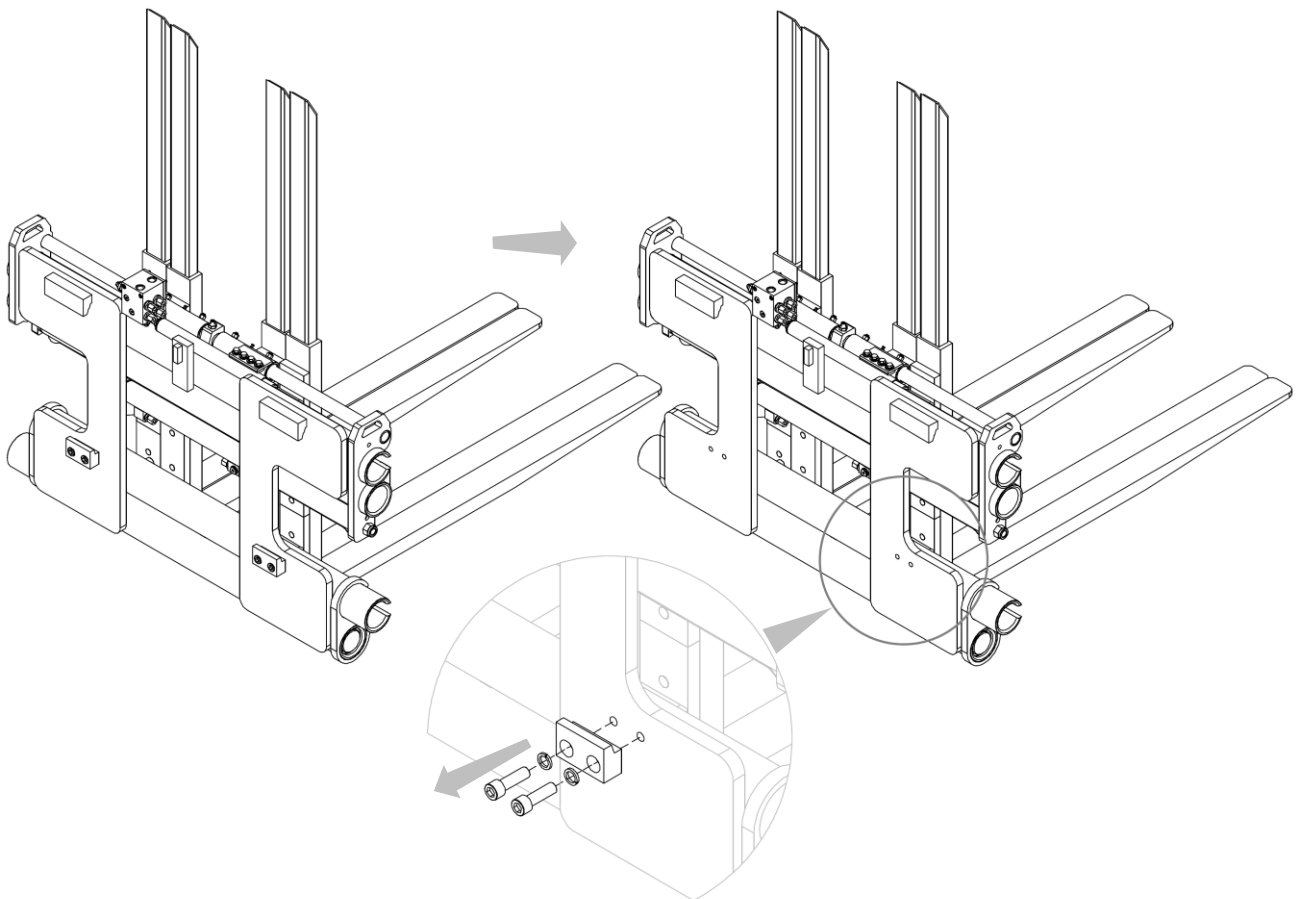

Figure 8
4. Retirer les crochets inférieurs de l'équipement (voir *Figure 8*).
2. Retirer les crochets inférieurs e la structure (voir *Figure 4 et Figure 8 page 12 et 15*).